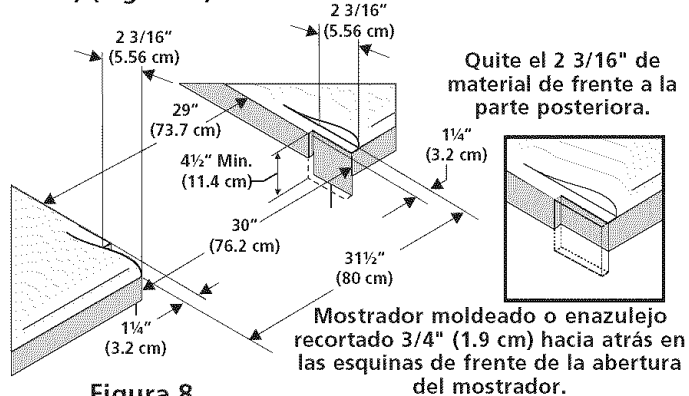

Figura 8
- Para la Ancho existente del Recorte de el 29"(73.7 cm) (Figura 8):